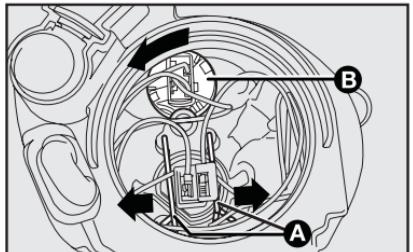

fig. 16
- desenganchiar los dos elásticos de fijación de las lámparas **A-fig. 16**, accionando y desplazando las extremidades de las mismas hacia afuera en el sentido de las flechas **A-fig. 16**.
- girar en el sentido anti horario el porta lámparas **B-fig. 16** y desapretarlo;